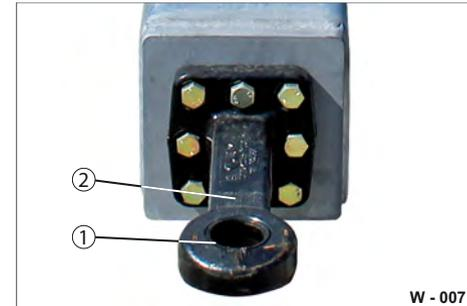

Abb. 8 Zugösen schmieren / Verschleißprüfung
- ▶ Kontrollieren Sie die Zugöse (Abb. 8/2) auf Beschädigungen.
- ▶ Fetten Sie die Verschleiß-Buchse (Abb. 8/1) und den abgerundeten Bereich der Zugöse mit Langzeit-Hochdruckfett.